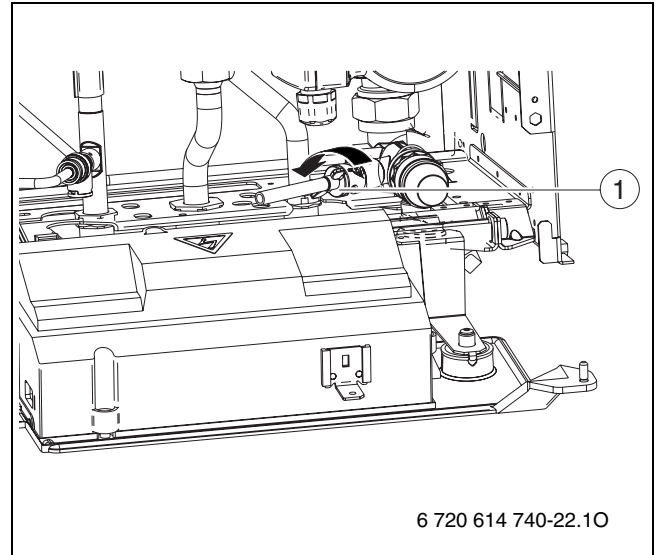

Fig. 39
- ▶ Deschideți robinetul de golire (→ fig. 39, [1]) și dirijați apa de încălzire prin furtunul racordat.